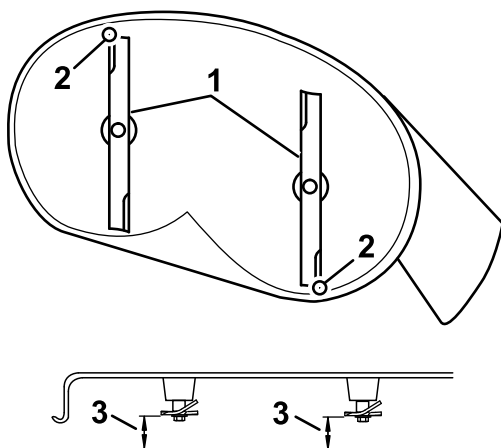

Figura 67
4. Rotii cu atenție lamele astfel încât să fie orientate din faă spre spate (Figura 67).
5. Măsurați între vârful lamei din faă i suprafaa plană i între vârful lamei din spate i suprafaa plană (Figura 67).